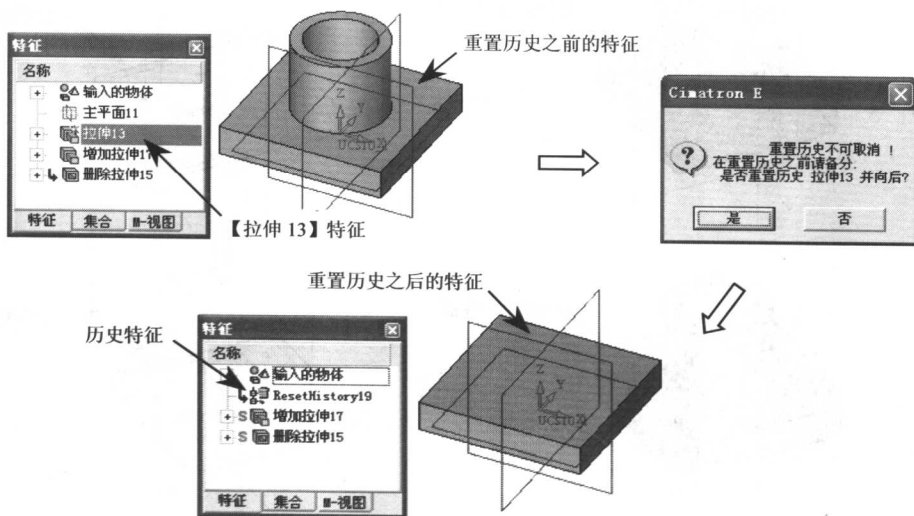

图 1-8 重置历史特征
• **【重置历史】**: 选择该选项表示将选定的特征设置为一个不可以进行编辑的特征, 而且在执行了该操作后, 所选的特征不可以回复到之前的状态。例如, 在特征显示区域中选择**【拉伸 13】**特征, 然后在其右键菜单中选择**【重置历史】**选项, 系统将弹出提示对话框, 在该对话框中单击**是**按钮, 可以将**【拉伸 13】**特征重置为历史特征, 如图 1-8 所示。